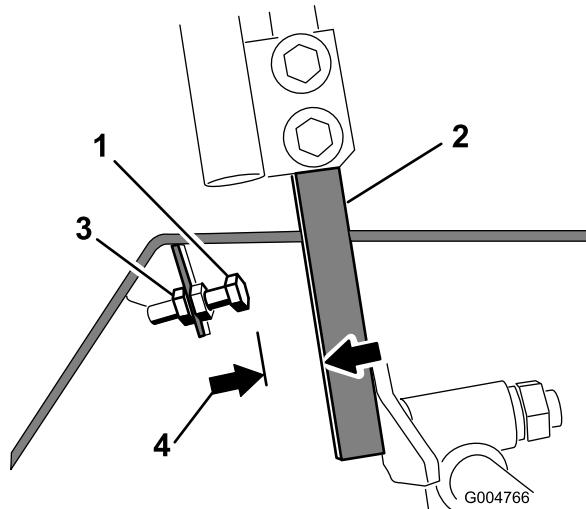

Figura 53
4. Allentate il controdado sul bullone di fermo di una leva di controllo (Figura 53).